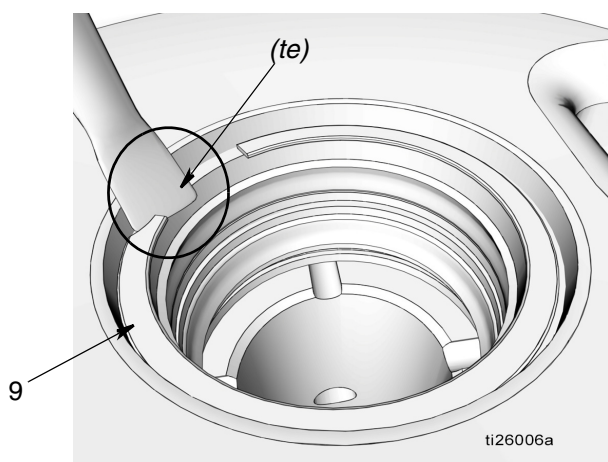

Рис. 28
- а. Вставьте плоское лезвие маленькой отвертки под скошенную кромку (*te*) стопорного кольца (9) для снятия кольца, как показано на Рис. 28.
- б. Извлеките распорную деталь конического сечения (10), уплотнение (11) и распорную деталь (12).
- с. Используйте плоское лезвие маленькой отвертки под скошенной кромкой (*fe*) стопорного кольца (51) для снятия кольца, как показано на Рис. 28, и снимите стопорное кольцо.
- д. Извлеките распорную деталь (12), уплотнение (11) и распорную деталь (12).